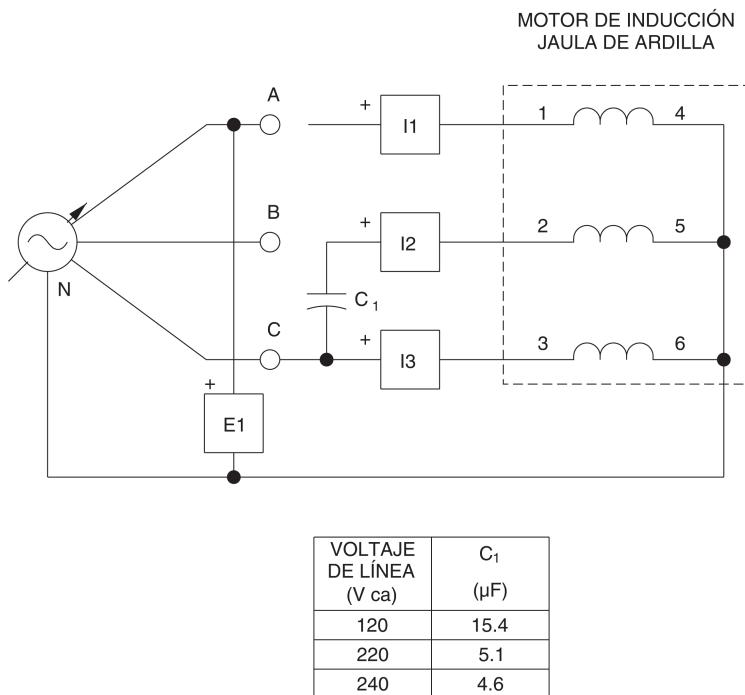

Figura 4-27. Adición de un condensador en el circuito del motor.
- 12. Utilice el módulo Carga capacitiva para conectar un condensador en el circuito del motor, como lo muestra la Figura 4-27. Ajuste la capacitancia de dicho condensador con el valor indicado en la misma figura.